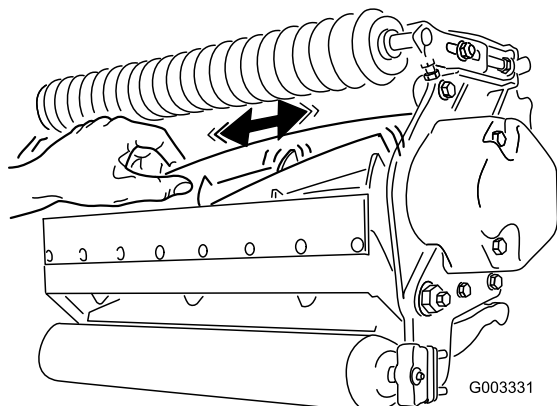

図 23
2. ボロ布を厚く巻くか丈夫なパッドのついた手袋をして、カッティングユニットの刃の部分をつかみ、リールを左右に揺すってガタがあるかどうかを調べる（図 23）。